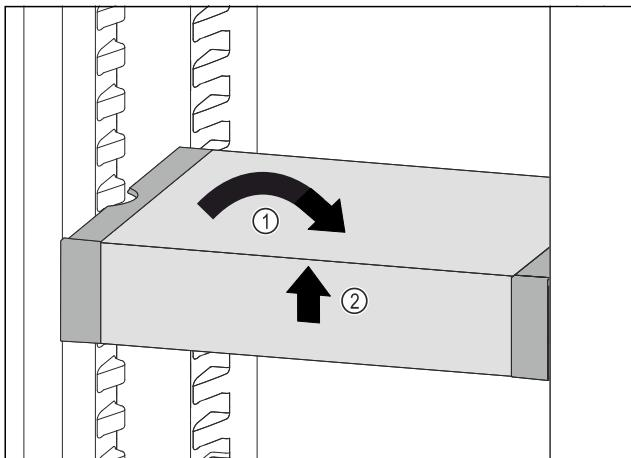

Fig. 143
- ▶ Установите VarioSafe прямо. Fig. 143 (1)
- ▶ Приподнимите VarioSafe спереди. Fig. 143 (2)